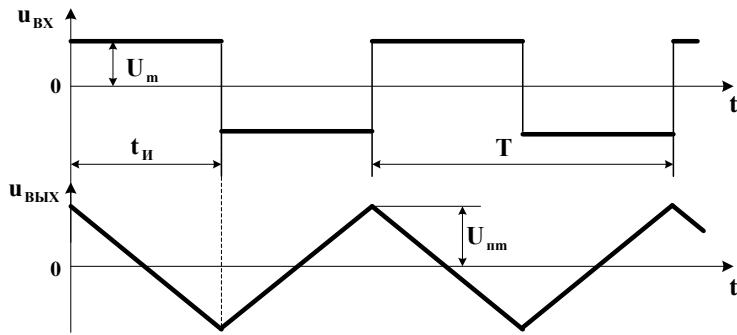
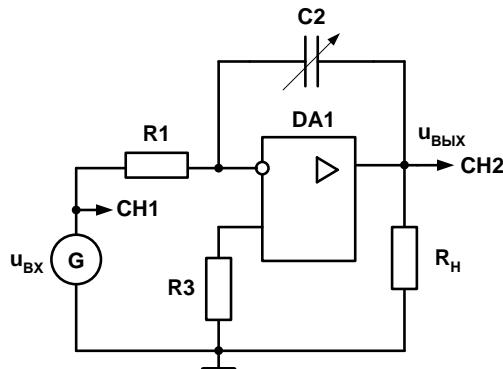

Рис.2. Временные диаграммы сигналов интегратора
Рис. 5. Принципиальная схема интегратора
При периодическом прямоугольном входном сигнале напряжение на выходе интегратора имеет пилообразную форму с амплитудой  $U_{nm}$  (рис. 2).
В реальной схеме интегратора вследствие дрейфа нуля ОУ сигнал на выходе  $u_{вых}$  оказывается смещенным относительно нуля. Для получения симметричного сигнала  $u_{вых}$  относительно нуля примем  $U_{nm} = U_{вых,max}$  и найдем амплитуду прямоугольного входного сигнала  $U_m$ . Для интервала времени  $t_u$  (рис.2) подставим в уравнение (1):  $u_{вых}(t) = -U_{nm} = -U_{вых,max}$ ;  $t = t_u = T/2$ ;  $U_{вх} = U_m$ ;  $U_{вых}(0) = U_{nm} = U_{вых,max}$ , тогда
а) собрать схему интегратора согласно рис.5, соединив перемычками клеммы **X1** и **X5**, **X2** и **X7**, **X4** и **X11**, **X12** и **X14**. Между клеммами **X11** и **X14** подключить «Функциональный генератор». Установить переключатель **SA2** в соответствующее положение с учетом заданного по варианту значения емкости **C2**;
б) исследовать работу интегратора в режиме генератора пилообразного напряжения (рис.5). Для этого на функциональном генераторе установить прямоугольное знакопеременное напряжение с частотой  $f$ , заданной в таблице вариантов, и амплитудой  $U_m$ , рассчитанной в п. 1 в. Напряжение на входе  $u_{\text{вх}}$  и выходе  $u_{\text{вых}}$  контролировать при помощи осциллографа, подключив вход **CH2** осциллографа к выходу усилителя (клемма **X10**), вход **CH1** – к инвертирующему входу усилителя (клемма **X4**), а корпус осциллографа « $\perp$ » – к **X14**. При необходимости подстроить амплитуду  $U_m$  знакопеременного прямоугольного сигнала так, чтобы пилообразный выходной сигнал интегратора стал симметричным относительно нуля с амплитудой  $U_{nm} = U_{\text{вых},\text{max}}$  (рис. 2). Зарисовать осцилограммы  $u_{\text{вх}}(t)$  и  $u_{\text{вых}}(t)$ . Сравнить полученные результаты с расчетом по значениям  $U_m, f, U_{nm}$ ;
в) снять и построить зависимость амплитуды входного напряжения от частоты  $U_{nm} = F(f)$  при постоянной амплитуде пилообразного напряжения  $U_{nm} = U_{\text{вых},\max}$ , используя схему на рис.5. Амплитуды  $U_m$  и  $U_{nm}$  замерять при помощи осциллографа. Результаты заносить в таблицу. Построить зависимость  $U_{nm} = F(f)$ . Выключить питание модуля.